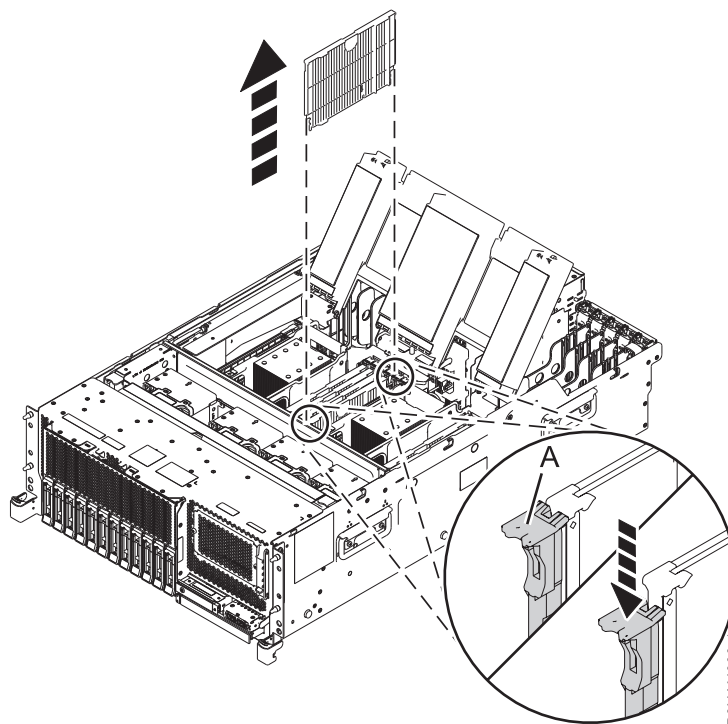

Abbildung 7. Abdeckblende eines Speichermoduls aus dem Speichermodulsteckplatz bei einem System vom Typ 8247-42L, 8286-41A oder 8286-42A ausbauen
- a. Um die Abdeckblende des Speichermoduls von dessen Anschluss im Steckplatz zu entriegeln, drücken Sie die Verriegelungszungen (**A**) in die Richtung, die angezeigt wird in Abb. 7. Durch die Hebelwirkung der Zungen wird die Abdeckblende des Speichermoduls aus dem Anschluss gelöst.